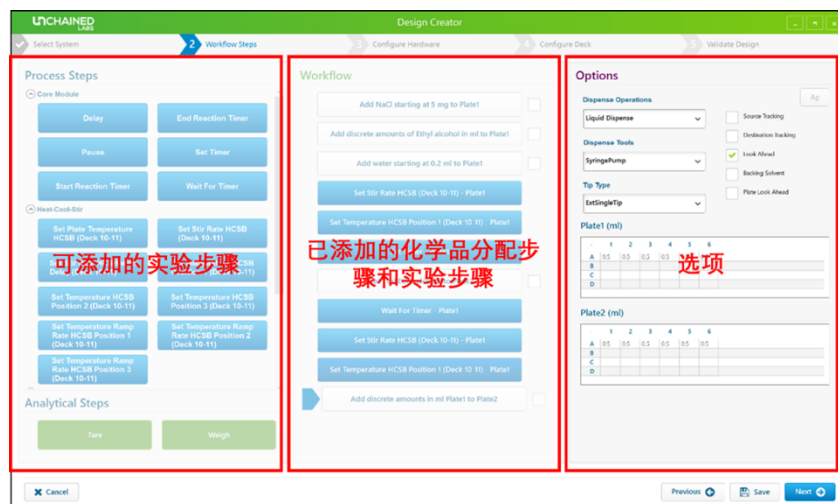

图 6-2-12
- b) **实验步骤设置(Workflows Steps)**: 进入 Workflow Steps 之后, 中间 Workflow 会根据之前实验板位中设定的化合物添加, 按照顺序自动生成相关添加固体和液体的步骤 (注意: 固液分配顺序在此无法调整)。同时, 页面左侧为可添加的实验步骤 “Process Steps”, 右侧为 “Workflow” 中选中步骤的设定选项 “Options” (图 6-2-12)。